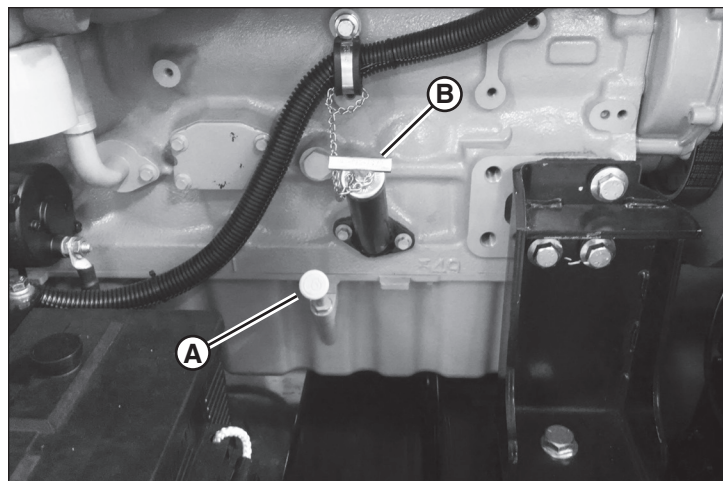

Figura 25
1. Retire la varilla de nivel de aceite (A, Figura 25) del motor. El nivel de aceite debe estar entre las marcas FULL (Lleno) y ADD (Agregar) en la varilla de nivel de aceite.
2. Use la tapa de llenado de aceite del motor para agregar aceite según sea necesario (B, Figura 25). Consulte "Recomendaciones de aceite". No lo llene en exceso.
4. Use la tapa de llenado de aceite del motor para agregar aceite de motor (B, Figura 25). Consulte "Recomendaciones de aceite". Consulte Especificaciones para conocer la capacidad de aceite del motor.